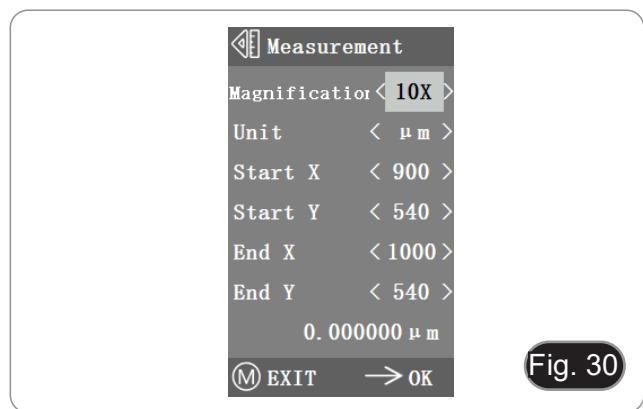

Fig. 30
- 3. Mover o ponto inicial e final das posições X e Y premindo ← e →: a duração da medição é exibida em tempo real. (Fig. 30)